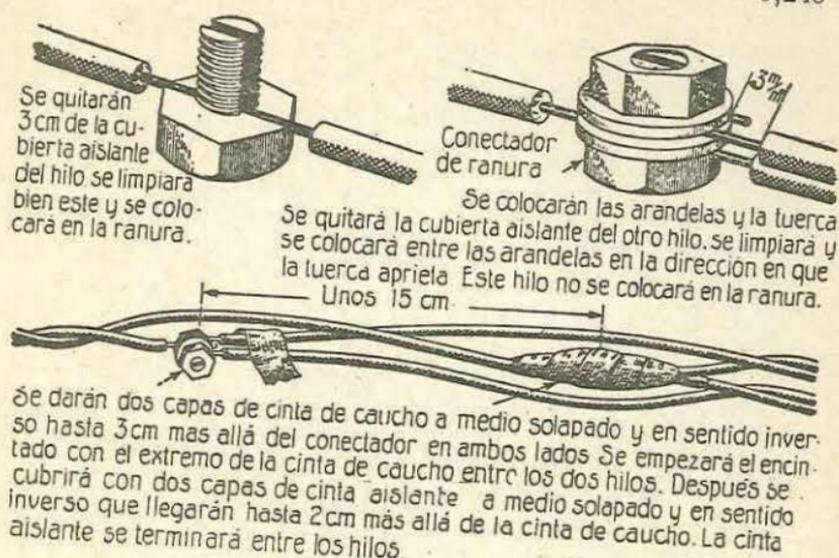

Fig. 20
23.—Las derivaciones para líneas en común se harán con el conector de ranura (fig. 20) en el punto más cercano de la estación de abonado de línea en común, excepto cuando la derivación quede a menos de 15 metros de una caja terminal. En este caso se conectará el cable de acometida a los bornes de la caja terminal a no ser que al hacer esto haya más de dos circuitos conectados en el mismo punto (véase párrafo 35). En este caso, todos los circuitos que haya de exceso sobre los dos se conectarán en otros puntos convenientes.